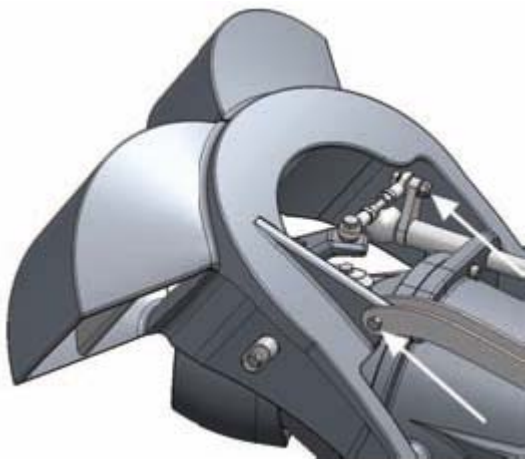

Figura 24. Viti del deflettore
1. Aprire le viti indicate dalla freccia in figura 24.